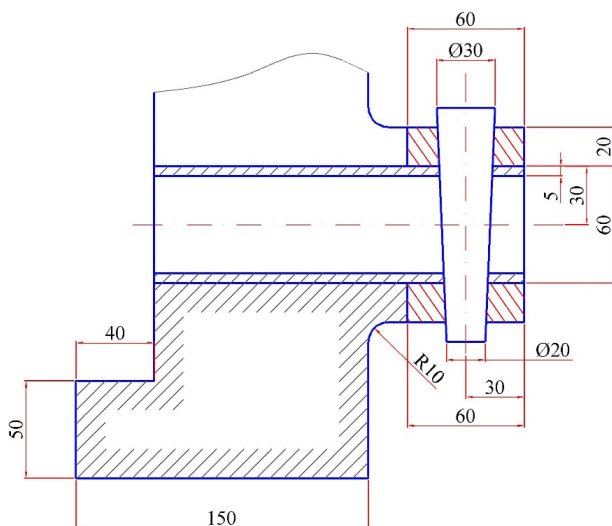

Рис. 9. Креслення для закріплення навичок
11. Накресліть наступне креслення (рис. 9) зі штрихуванням.